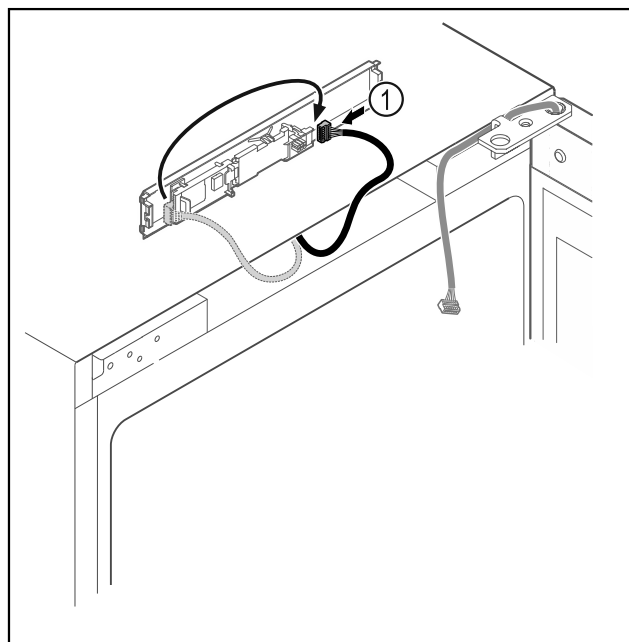

Fig. 14
- ▶ Flytta kontakten Fig. 14 (1) till kretskortet.